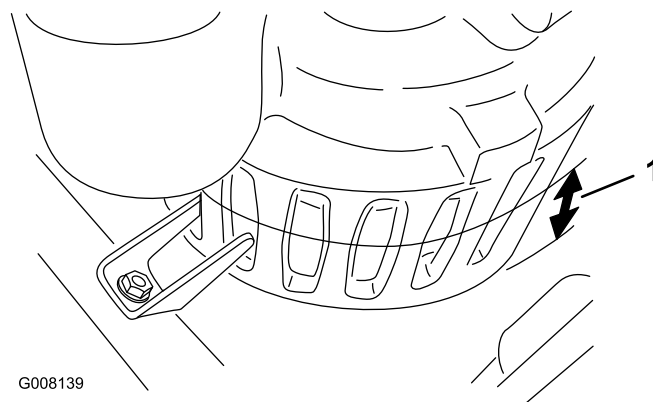

Figure 8
1. Mesurez la profondeur de l'eau dans la partie la plus basse du bunker. Si elle est inférieure à 6,35 cm (niveau d'eau à la moitié des fente sur la pompe), creusez un trou de 30,5 cm x 30,5 cm de 5 à 7,5 cm de profondeur pour y placer la pompe (Figure 8).